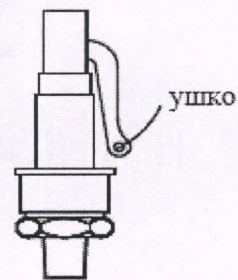

Рис.2
- В верхней части стерилизатора установлен обычный подъемный предохранительный клапан, соединенный с рубашкой. Когда пар в рубашке превышает установленное давление предохранительного клапана, он открывается для выпуска избыточного давления пара. Когда давление упадет до нормального значения клапан автоматически закрывается. Установленное давление предохранительного клапана - 0,165~0,17 МПа (См. Рис.2)